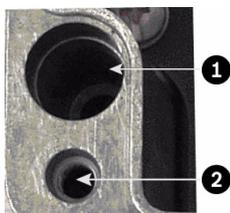

Figura 4.4 Orifícios para parafusos para montar a caixa; orifícios para parafusos para a tampa da caixa
2. Localize os quatro (4) orifícios de fixação da caixa da fonte de alimentação. (A *Figura 4.4* mostra um dos orifícios.) Consulte as localizações dos orifícios no diagrama de dimensões no anexo. As dimensões apresentadas referem-se apenas aos orifícios de fixação. Os outros 4 orifícios apresentados destinam-se a fixar a tampa, sendo apenas de referência.
3. Faça quatro (4) orifícios na superfície de montagem para os ganchos de montagem apropriados para parafusos M6 (não incluídos).
4. Desaperte os quatro (4) parafusos Phillips prisioneiros de cabeça cruzada na parte superior da tampa da caixa da fonte de alimentação (item 2, *Figura 4.4*). Levante a tampa e pouse-a virada ao contrário ao lado da caixa.
5. Para fixar a caixa à superfície de montagem deve utilizar quatro (4) parafusos e anilhas de aço inoxidável M6 (não incluídos) que encaixem nos orifícios grandes da caixa, como apresentado na *Figura 4.4*.